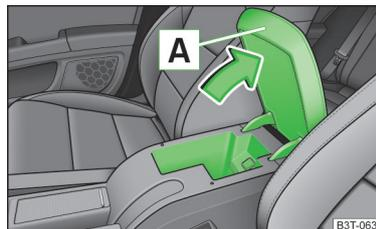

Abb. 70
- » Abb. 70.
- Den Deckel bis zum Anschlag öffnen, erst dann kann dieser nach unten entgegen der Pfeilrichtung geklappt werden » Abb. 70.